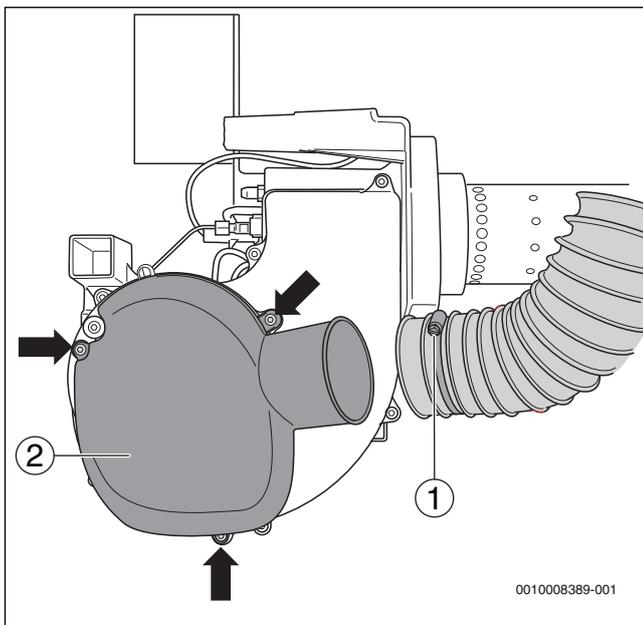
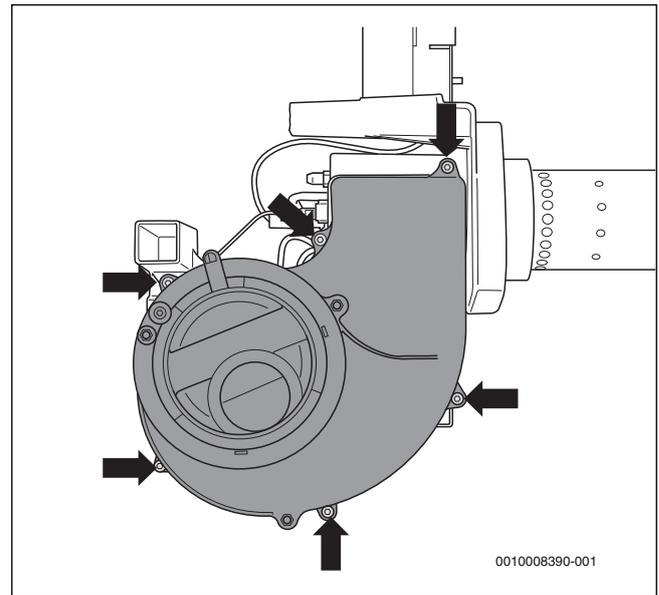

Bild 31 Ansaugschalldämpfer demontieren (dargestellt: 18-49 kW)
Bild 32 Gebläseradabdeckung demontieren
- ▶ Spezialschlauchselle (→Bild 31, [1]) der Verbrennungsluftzufuhr für raumluftunabhängigen Betrieb lösen (nur bei 18-49 kW).
- ▶ Befestigungsschrauben (→Bild 31, [Pfeile]) lösen und den Ansaugschalldämpfer (→Bild 31, [2]) abnehmen.
- ▶ Sechs Befestigungsschrauben (→Bild 32, [Pfeile]) lösen und die Gebläseradabdeckung abnehmen.
- Gebläseradabdeckung (→ Bild 32, Seite 20) und Ansaugschall-dämpfer (→ Bild 31, Seite 20) wieder montieren.
- Spezialschlauchselle (→Bild 31, [1], Seite 20) lösen und Ansaug-schlauch abziehen (nur bei 18-49 kW).